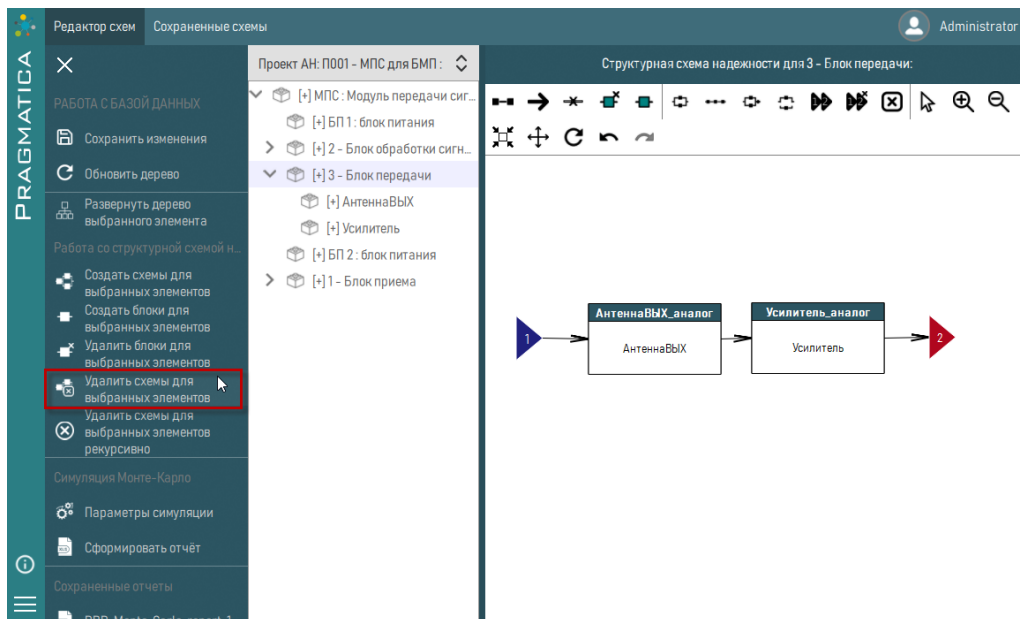

Рисунок 334 – Удаление схемы для выбранного элемента
- 2) На панели управления в левой части окна в разделе «Работа со структурной схемой надежности» нажать на кнопку  «Удалить схемы для выбранных элементов» (рисунок 334).